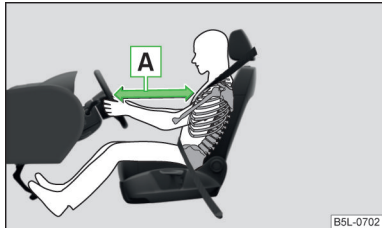

Abb. 25
- Für den Fahrer und Beifahrer ist es wichtig, einen Abstand von mindestens 25 cm zum Lenkrad bzw. zur Schalttafel einzuhalten » Abb. 25 - [A]. Wenn Sie diesen Abstand nicht einhalten, kann Sie das Airbag-System nicht schützen - Lebensgefahr! Außerdem müssen die Vordersitze und die Kopfstützen immer der Körpergröße entsprechend richtig eingestellt sein.